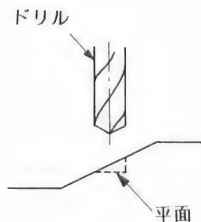

図10-8
- ⑤斜面や凹凸面にあけるときは図10-8のようにあらかじめヤスリかエンドミルで小さな平面を作ってからあけないと穴位置が狂います。
- ⑥薄板は専用ドリルか他の方法(プレス、ヤスリ等)であけます。専用ドリルについては「その他のドリル」の項をごらんください。
- ⑦ツイストドリルは細くなればなるほど、直径の割りにチーゼルポイントが大きいので切削能率が低くなり、直径に逆比例して回転数を上げますと刃先が焼けてしまいますから1mm以下のドリルは注意が必要です。例えば5mmのドリルで800回転が適正な場合、0.5mmなら計算では8000回転となるはずですが、実際は3000回転程度が適当なのです。もちろん回転数に比例して送りも遅くしなければなりませんから作業能率も落ちます。